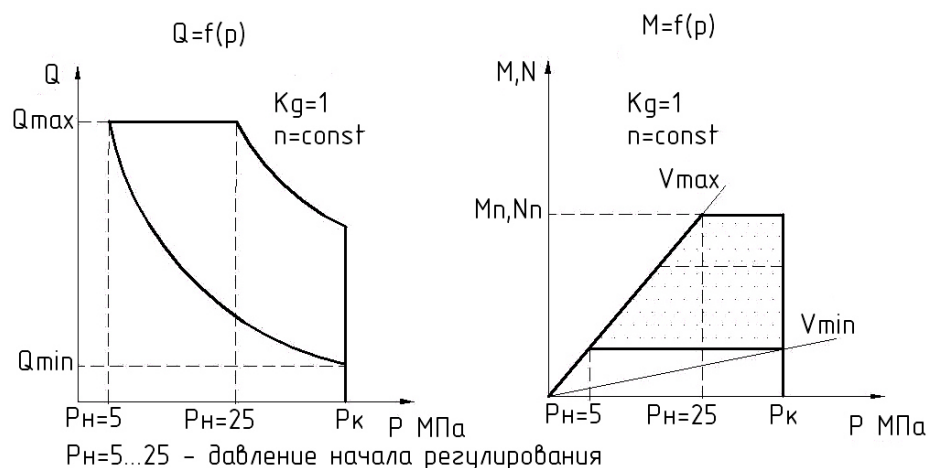

Рис. 10 – График зависимости подачи Q , крутящего момента M и потребляемой мощности N от изменения давления p .
- Пока давление в гидросистеме не превышает P_n (см. рис. 10), насос находится на максимальном рабочем объеме V_{max} и обеспечивает максимальную подачу Q_{max} .